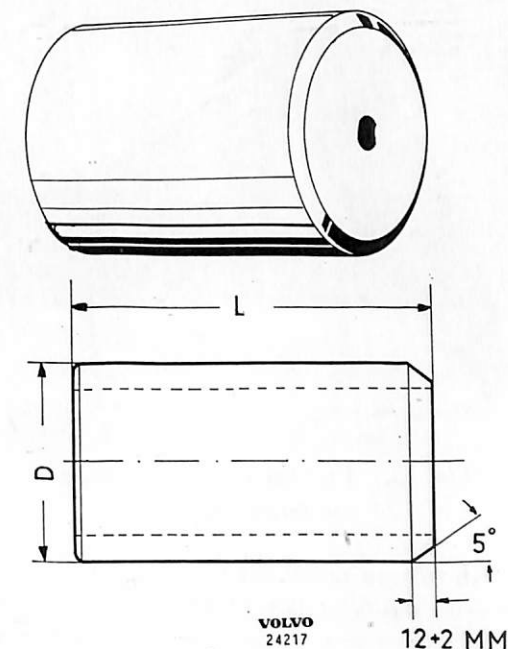

Bild 32. Pressdorn (startmotor EGD).
4. Före montering av nya fältspolar skall dessa värmas något. Placera därefter polskorna på plats i fältspolarna och skjut in dessa i statorn. Drag i polskruvarna helt lätt. Tryck i lämplig pressdorn, mått se bild 32. Lägg upp statorn i uppspanningsbocken och drag fast polskorna.